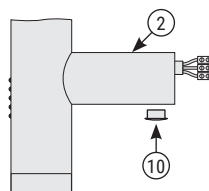

Рис.3
- 4.2.2. При подключении через скрытую проводку необходимо отсоединить витой кабель от клеммной колодки (см. рис. 3 «9»).
- 4.2.3. Установить круглую заглушку на нижней стороне модуля скрытого подключения вместо заглушки с отверстием (см. рис. 3 «10»).